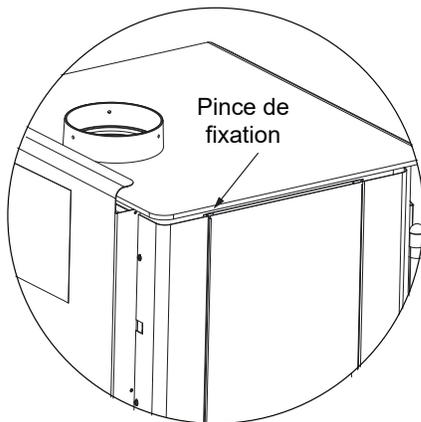

Figure 24.3
2. Retirez le cadre des tuiles du côté de l'appareil en le soulevant et le retirant de l'appareil (**La figure 24.3 présente le retrait du panneau latéral complet**).